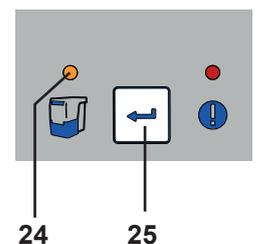

рис. 11
- ⇒ Нажмите кнопку «Ввод» (25) (счётчик для регистрации интервала времени сбрасывается).
- ◆ Индикатор «Контейнер для сбора пыли» (24) гаснет.
**i** **В случае если контейнер для сбора пыли не был опорожнён, индикатор «Контейнер для сбора пыли» (24, рис. 11) продолжает светиться дальше. После выключения / включения прибора 3-х разовой звуковой сигнал вновь напоминает о необходимости опорожнить контейнер для сбора пыли.**